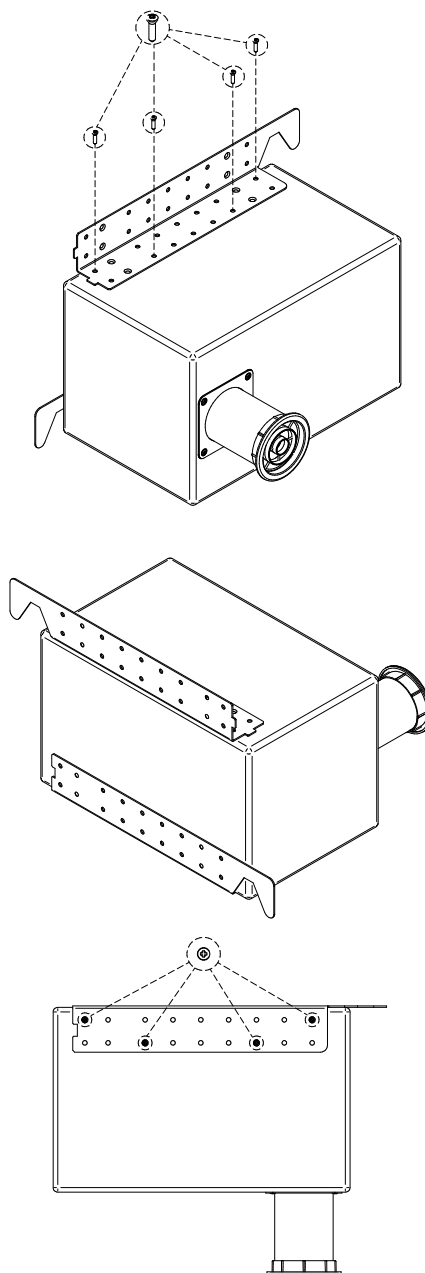

Figura 2: diagrama de montaje en pared
1. Atornille el herraje inferior en la pared a la altura deseada. Tenga en cuenta que la parte inferior del TRAILS6T descansará sobre este ángulo. Ver figura 2.
3. Atornille el soporte superior al TRAILS6T con los tornillos suministrados (figura 2) y atorníllelo a la pared, dejando descansar el altavoz sobre el soporte inferior.